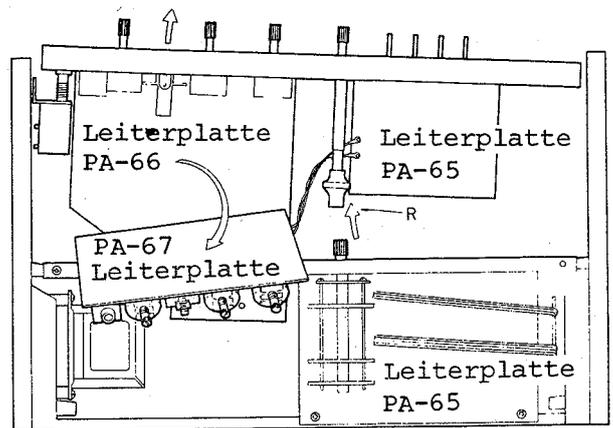

Abb. 6
- 6) Drehe die Seitenplatte nach außen, hebe den Empfängerteil und arrangiere ihn so wie in Abb. 6 gezeigt. Zur Vermeidung eines Kurzschlusses zwischen der Chassis des Empfängerteils und der Leiterplatte des Vorverstärkers sollte zwischen beide ein Tuch gelegt werden.
- 6) Nimm das Verbindungsglied zwischen Wählerschalter und Verlängerungswelle (in Richtung R der Abb. 6) ab.
- 7) Hebe die Frontchassis in die Höhe und drehe die Leiterplatte PA-67 nach vorne (siehe Abb. 6).